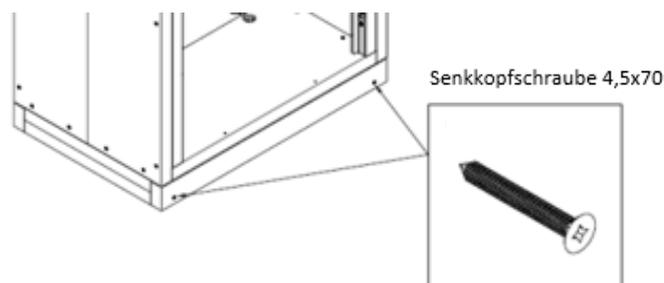

Abb.22
- 1 Die Sockelblenden an die Sockelstreifen mit Senkkopfschrauben 4,5x70mm verschrauben (Abb.22).